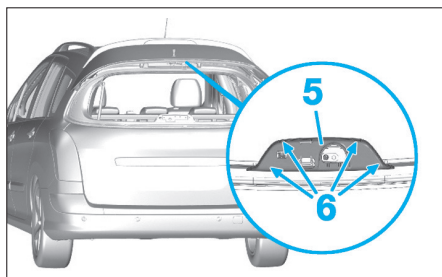

Fig. 141
- Ouvrir la lunette arrière, puis dégraffer le cache (5) en (6) (Fig.141).